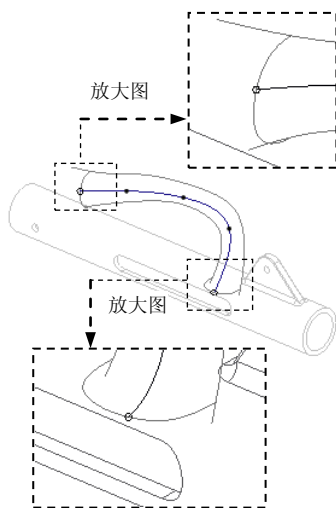

图 8.9.28 对齐端点
② 按住键盘的 Shift 键，将 ISDX 曲线 5 的左、右两个端点拖拉到 ISDX 曲线 3、ISDX 曲线 4 上，直到其显示样式为小圆圈“○”，如图 8.9.28 所示。